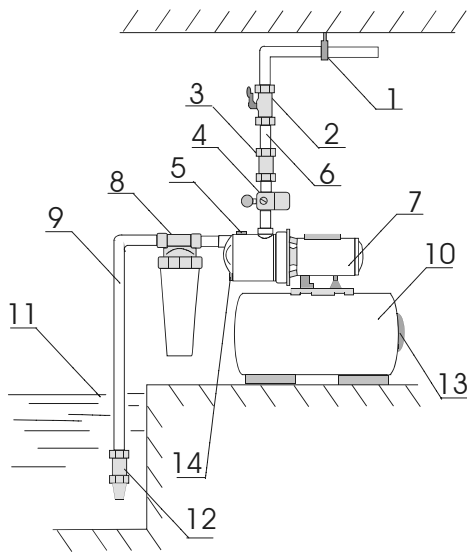

рис.1
Условные обозначения на рис.1: 1-опора напорной магистрали, 2-кран, 3-обратный клапан, 4-реле давления, 5-отверстие для залива воды, 6-напорная магистраль, 7-насос, 8-магистральный фильтр, 9-всасывающая магистраль, 10-гидроаккумулирующий бак, 11-вода, 12-обратный клапан с сеточкой, 13-крышка, закрывающая нипель, 14-отверстие для слива воды.
8.1.5. Всасывающая труба должна иметь на конце обратный клапан с сеточкой (рис.1 поз.12) при всасывании из колодца, а также, если возможно попадание мелких механических частиц, магистральный фильтр перед насосной станцией (рис.1 поз.8).
8.1.7. На выходной трубе из насоса рекомендуется установить обратный клапан (рис.1 поз.3) для предотвращения гидродаров в моменты включения/выключения насоса и кран (рис.1 поз.2), настройка которого описана в пункте 12,6.
а) Откройте заливное отверстие, отвинтив гайку (рис.1 поз.5).
в) Плотно завинтите заливное отверстие (рис.1 поз.5) для предотвращения подсоса воздуха.
б) При работе насосной станции кран (рис.1 поз.2) должен быть открытым. Он является простым устройством настройки нормального режима работы насосной станции. При полностью открытых кранах всех точек разбора гидравлической системы и работающем насосе давление воды в системе (которое показывает манометр) не должно опускаться ниже минимально допустимого (указанного на корпусе насоса). Для этого кран (рис.1 поз.2) нужно прикрывать до тех пор, пока давление воды в системе (которое показывает манометр) не достигнет значения минимально допустимого, указанного на корпусе насоса. Возможен случай, когда это требование может быть выполнено при полностью открытом кране. Потом желательно предотвратить возможность случайного открывания/закрывания крана (рис.1 поз.2).
б) Если насосная станция долгое время не будет работать, необходимо слить воду через сливное отверстие (рис.1. поз.14). Используя заливное и сливное отверстие промыть насос чистой водой. Убедитесь что в насосе не осталось воды. Эта операция должна проводиться всегда, если есть угроза замерзания воды. При замерзании воды в насосе он разрушается и восстановлению не подлежит.
- снять пластиковую крышку на гидроаккумулялирующем баке (рис.1 поз.13);